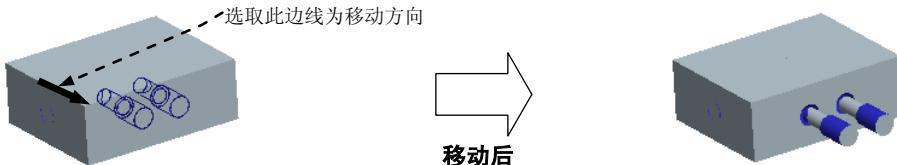

图 15.37 移动滑块
(1) 选择 **模具** 功能选项卡 **分析** ▾ 区域中的  命令。系统弹出 **MOLD OPEN (模具开模)** 菜单管理器。
(2) 在系统弹出的“菜单管理器”菜单中选择 **Define Step (定义步骤)** → **Define Move (定义移动)** 命令。
(3) 在系统 **为迁移号码1 选择构件** 的提示下，在模型树上选取第一个滑块，在“选择”对话框中单击 **确定** 按钮。
(4) 在系统 **通过选择边、轴或面选择分解方向** 的提示下，选取图 15.37 所示的边线为移动方向，输入要移动的距离值 200，然后按 Enter 键。
(5) 在 **DEFINE STEP (定义间距)** 菜单中选择 **Done (完成)** 命令，移出后的状态如图 15.37 所示。